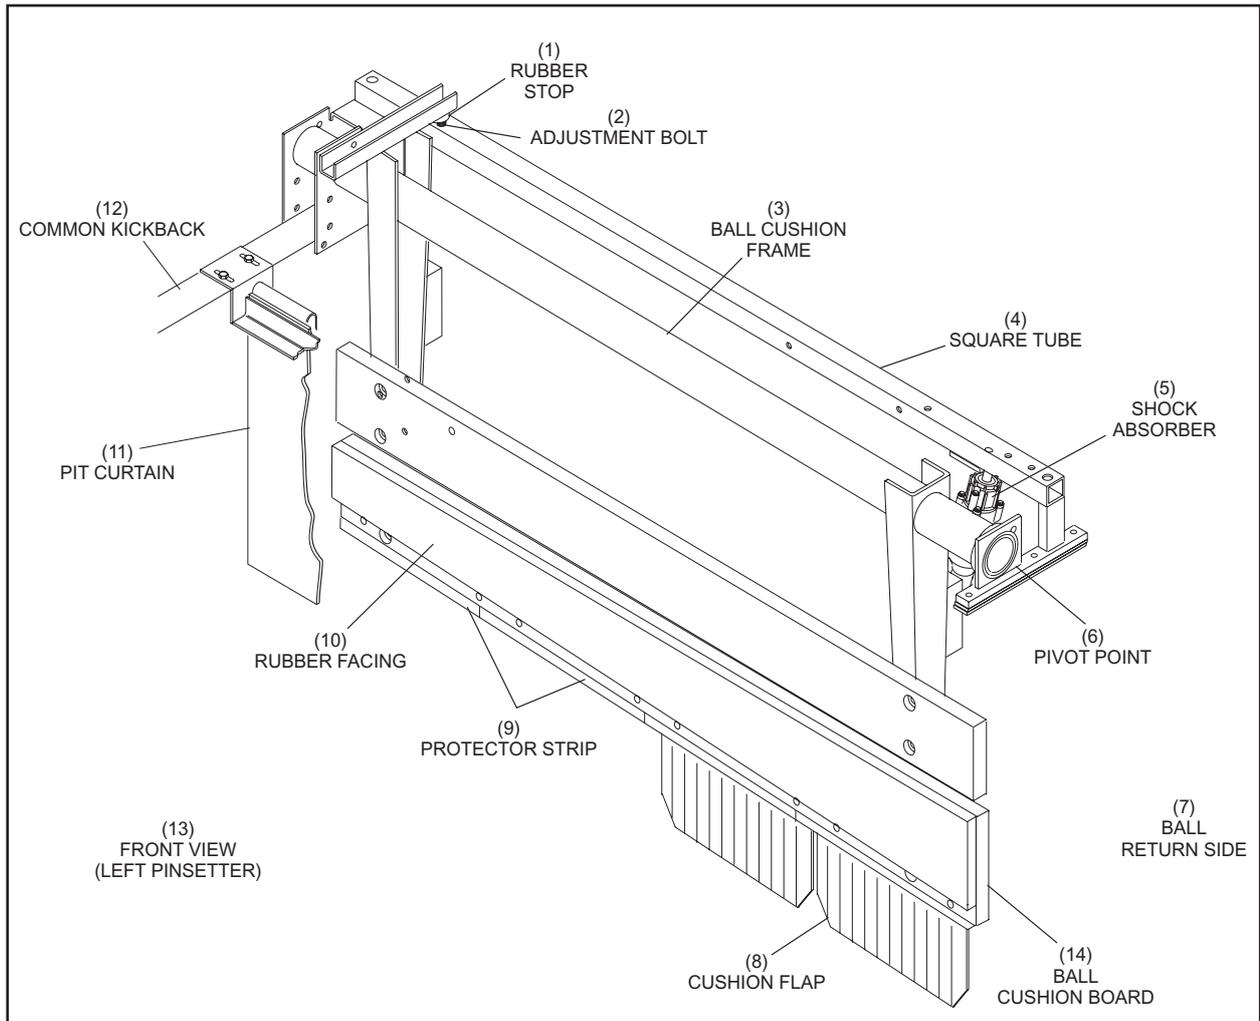

Figure 1-2. Coussinet de boule
1. Coussinet de boule - Arrête la boule et la guide dans le propulseur de boule. Reportez-vous à la *Figure 1-2*.
2. Rideau de quille - Arrête le mouvement des quilles vers l'arrière et crée un fond noir derrière les quilliers. Reportez-vous à la *Figure 1-2*.